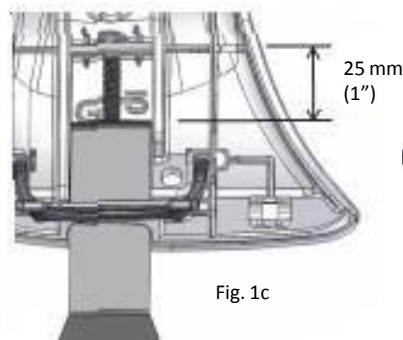

Fig. 1c
5. Laisser environ 1 po (25 mm) d'espace entre le haut de la sangle et la tête du boulon. Cela facilitera l'installation sur le cadre de portière. (Fig. 1c)